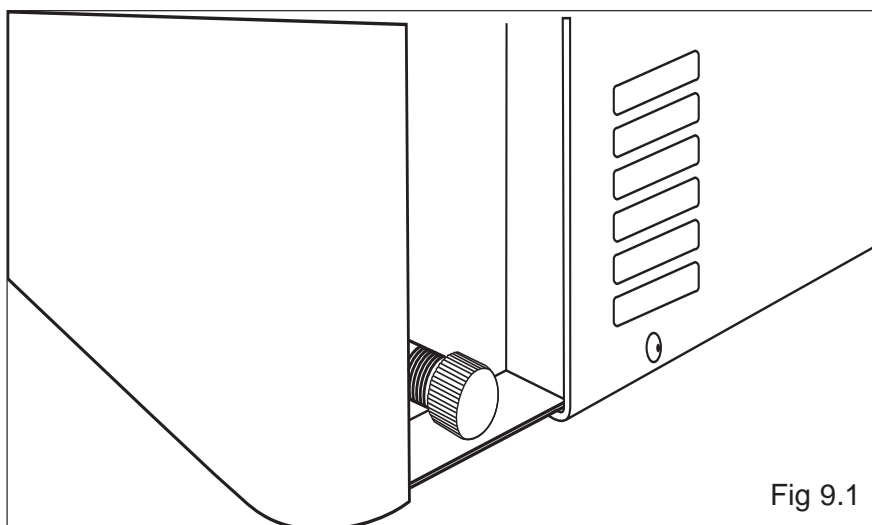

Fig 9.1
- Retirez les capuchon et bouchon de vidange (comme montré à la fig.9.1).